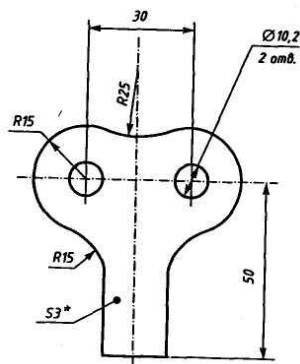

Рисунок 45
**УПРАЖНЕНИЕ 2.** Построение детали державки по заданным размерам с использованием сопряжений (см. рис.45).